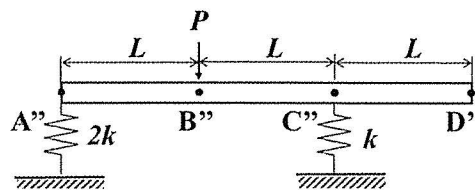

図 3
- (c) 長さ $3L$ 、曲げ剛性 EI のはり（梁）を図 3 のようにばねを介して支持し、荷重 P を加える。このとき、点 D'' での変位を求めよ。